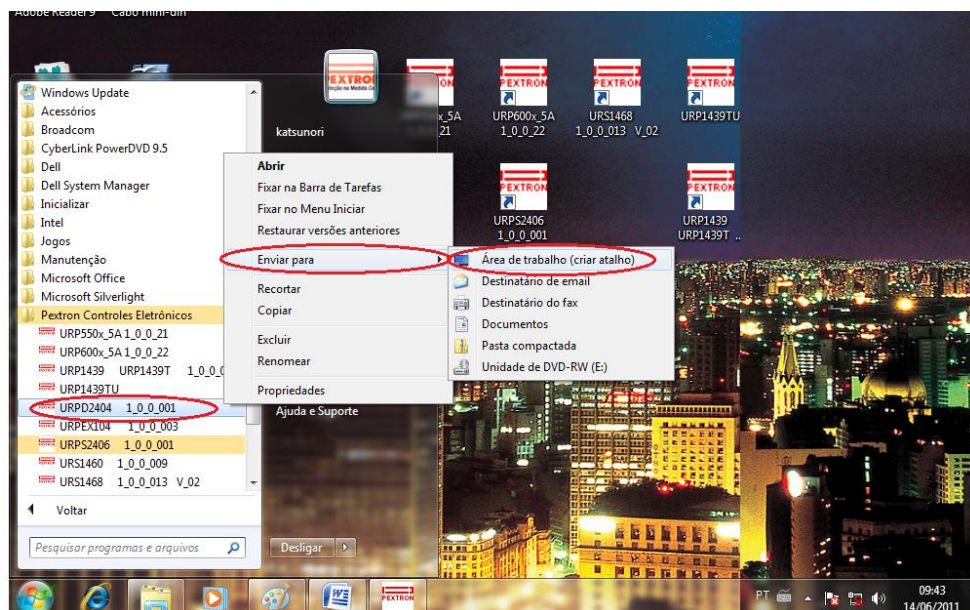

Figura 4: Atalho
e) Criar atalho na área de trabalho para o programa aplicativo. Acessar através do caminho no Windows: < Iniciar > < Todos os programas > < Pextron Controles Eletrônicos > < URPD2404 1_0_0_001 > < Enviar para > < Área de trabalho (criar atalho) >. Ver figura 4.